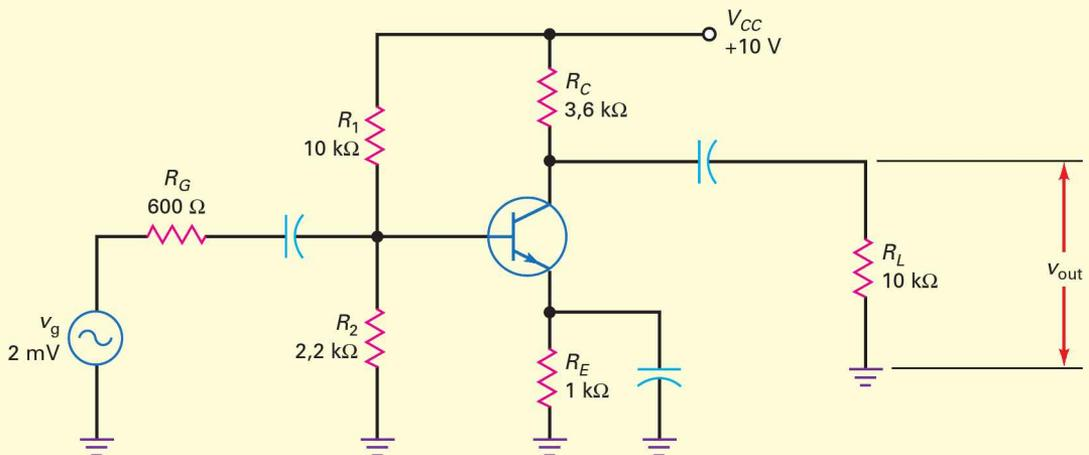

Figure 8.27
Le générateur de la figure 8.27 possède une résistance interne égale à 600Ω . Quelle est la tension de sortie si $\beta = 300$?
8.9 Avez-vous compris ? En reprenant la figure 8.27, faire passer la valeur de R_G à 50Ω et trouver la nouvelle valeur de la tension amplifiée à la sortie.
8.10 Avez-vous compris ? En utilisant la figure 8.27, faites passer la valeur de β à 400 et calculez la tension de sortie.